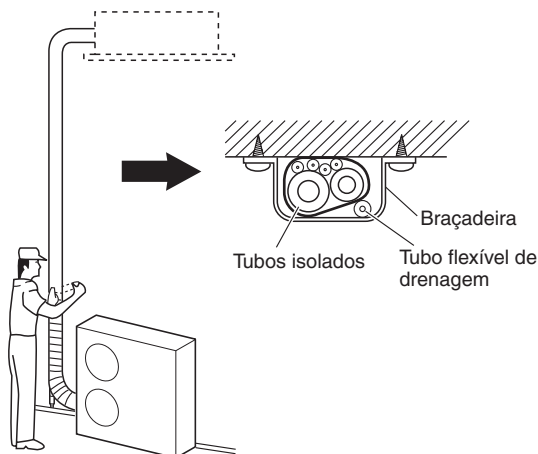

Fig.5-10
- (1) Agora, os tubos de refrigerante (e instalação eléctrica se as normas locais permitirem) devem ser isolados juntos com fita de blindagem em 1 fardo. Para evitar o transbordamento da condensação no recolhedor de drenagem, mantenha o tubo flexível de drenagem separada da tubagem de refrigerante.
- (2) Enrole a fita de blindagem desde o fundo da unidade exterior até ao topo da tubagem onde a mesma entra na parede. À medida que enrola a tubagem, sobreponha a metade de cada volta de fita.
- (3) Prenda o fardo de tubagem na parede, utilizando 1 abraçadeira aproximadamente cada metro. (Fig. 5-10)